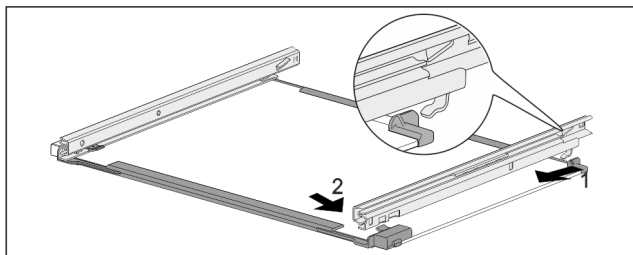

Fig. 158 Placa de sticlă cu șine
- ▶ Agățați șina în partea din spate. Fig. 158 (1)
- ▶ Înclicetați șina în partea din față. Fig. 158 (2)